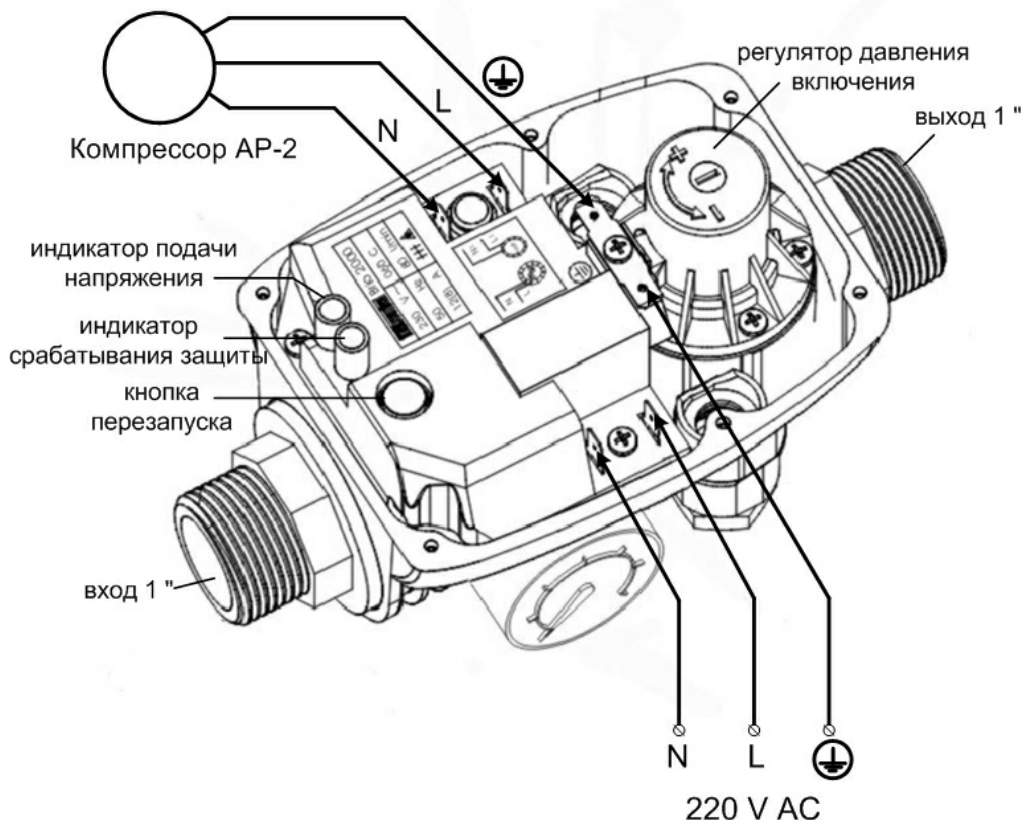

Рис. 4
5). Подключите реле потока к сети ~220В, а компрессор к реле потока, как показано на рис. 4.